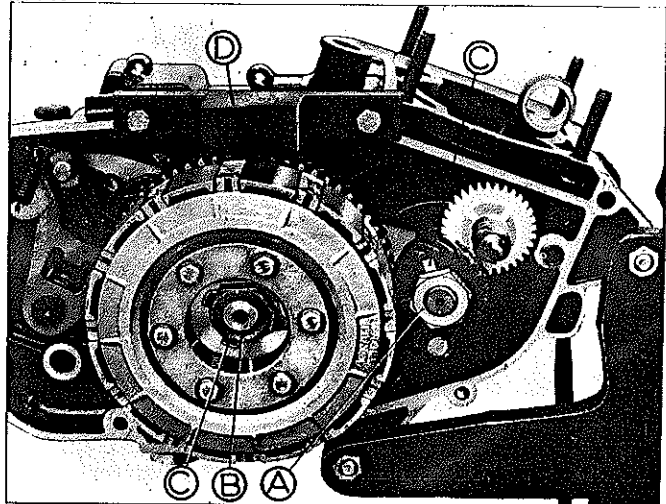

FIG. M12 A. PORCA FIX. DA ENGR. VIRABRÉQUIM
1. Endireitar a arruela trava da porca da engrenagem do virabrequim e da porca do cubo da embreagem. Figura M12.
Para afrouxar estas porcas utilizar como freio a ferramenta especial 7017.099.011.00.6. Figura M12.
2. Remover a porca, arruela trava e sacar o conjunto da embreagem. Figura M12/M13.